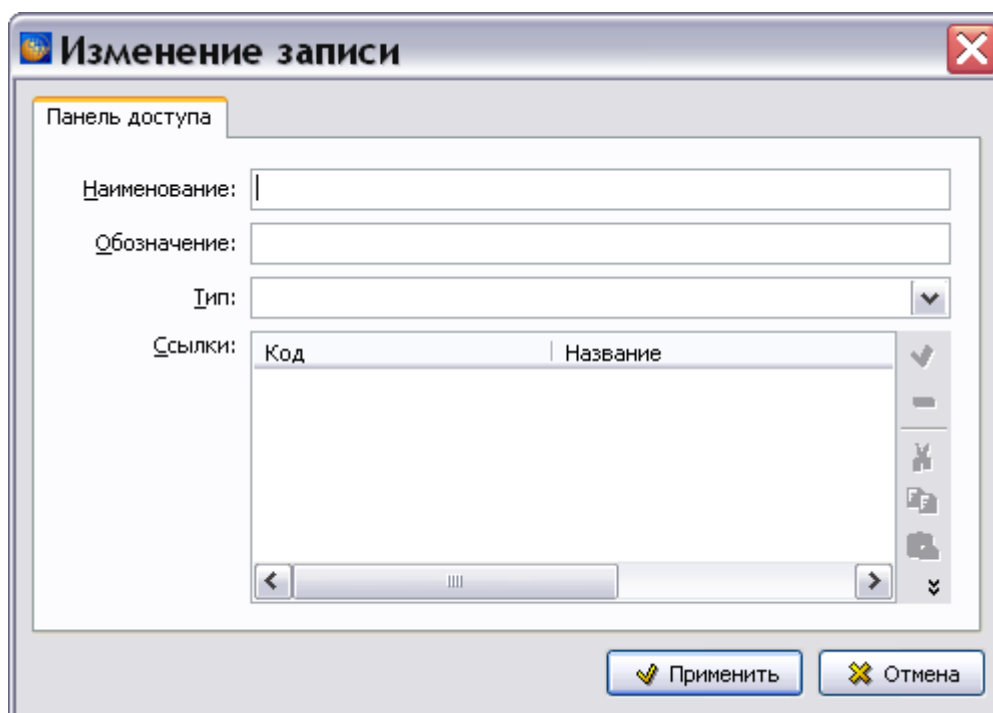

Рис. 7.21
8. Для указания панели доступа включите радиокнопку **Панель доступа**. В окне **Изменение записи** введите данные и нажмите на кнопку **Применить** (Рис. 7.21).